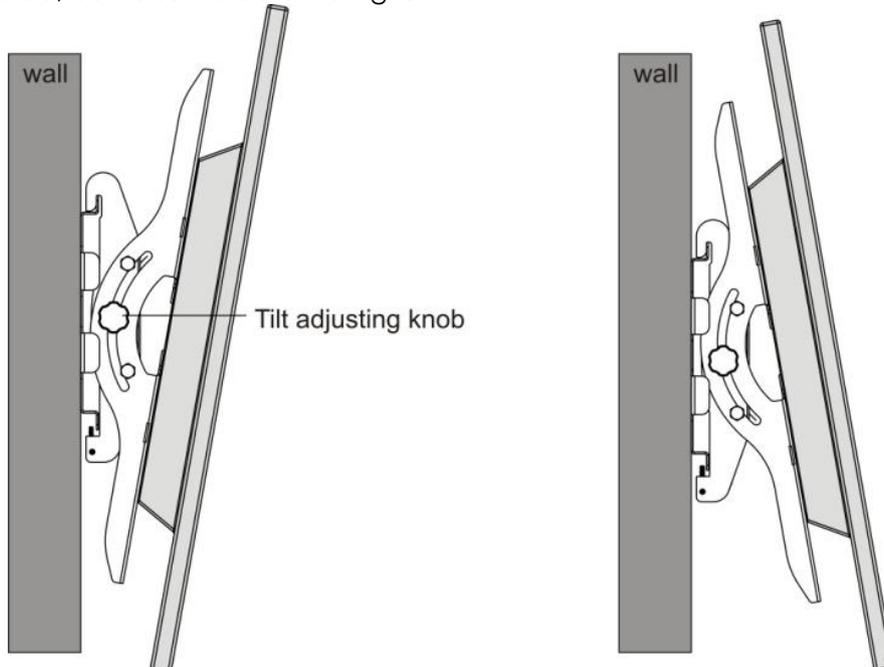

Fig. 8
- Una vez colocado con seguridad el soporte de montaje en la pared, eleve su TV con cuidado (entre 2 personas) y enganche los dos ganchos superiores por encima de la parte superior del raíl de la placa de la pared, como se indica en la Fig. 8.